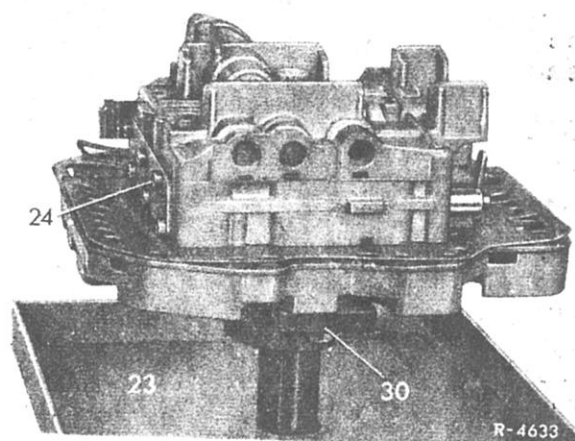

Bild 27-8/2
3 Wenn die Schaltschieber ausgebaut werden sollen, Zylinderschrauben (24) der Verschlussbleche schon jetzt lösen, da dies bei zusammengebautem Schaltschiebergehäuse leichter ist (Bild 27-8/2).